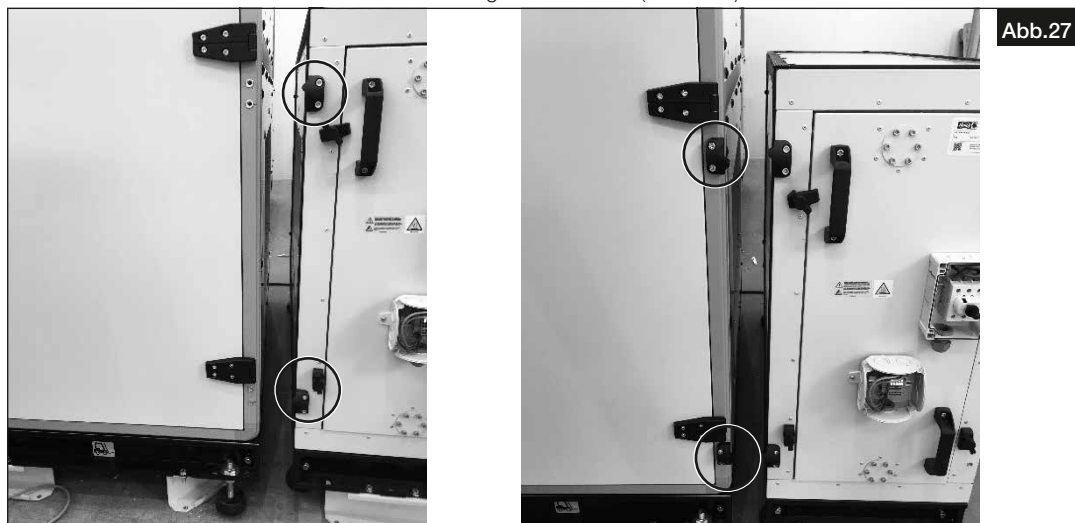

Abb.27
5. Modul-Verbinder am AIR1-Gerät und dem Heizregister montieren (s. Abb.27).